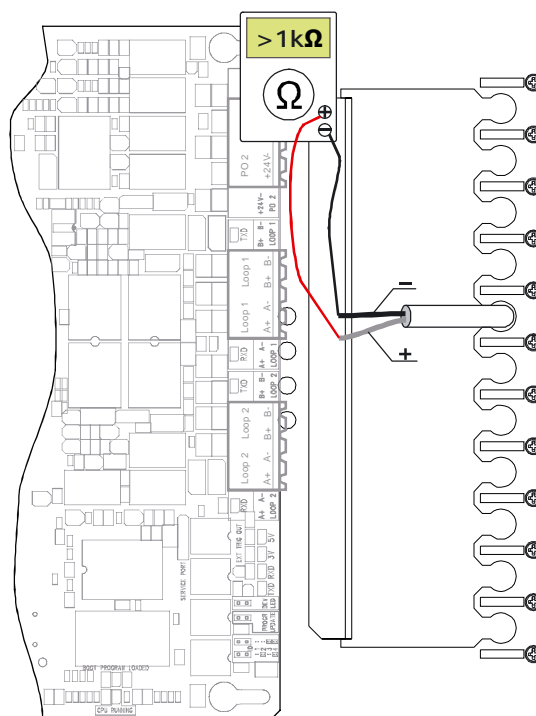

Рис.6
1. Измерьте сопротивление между проводниками + и – шлейфа так, чтобы положительный (питающий) щуп измерителя сопротивления соединялся с проводником +. Сопротивление должно превышать 1 кОм (Рис. 6). Если сопротивление меньше, определите местонахождение причины дефекта и исправьте его. (Это может быть извещатель или адресуемая единица, подключенная неправильно или изолятор короткого замыкания).